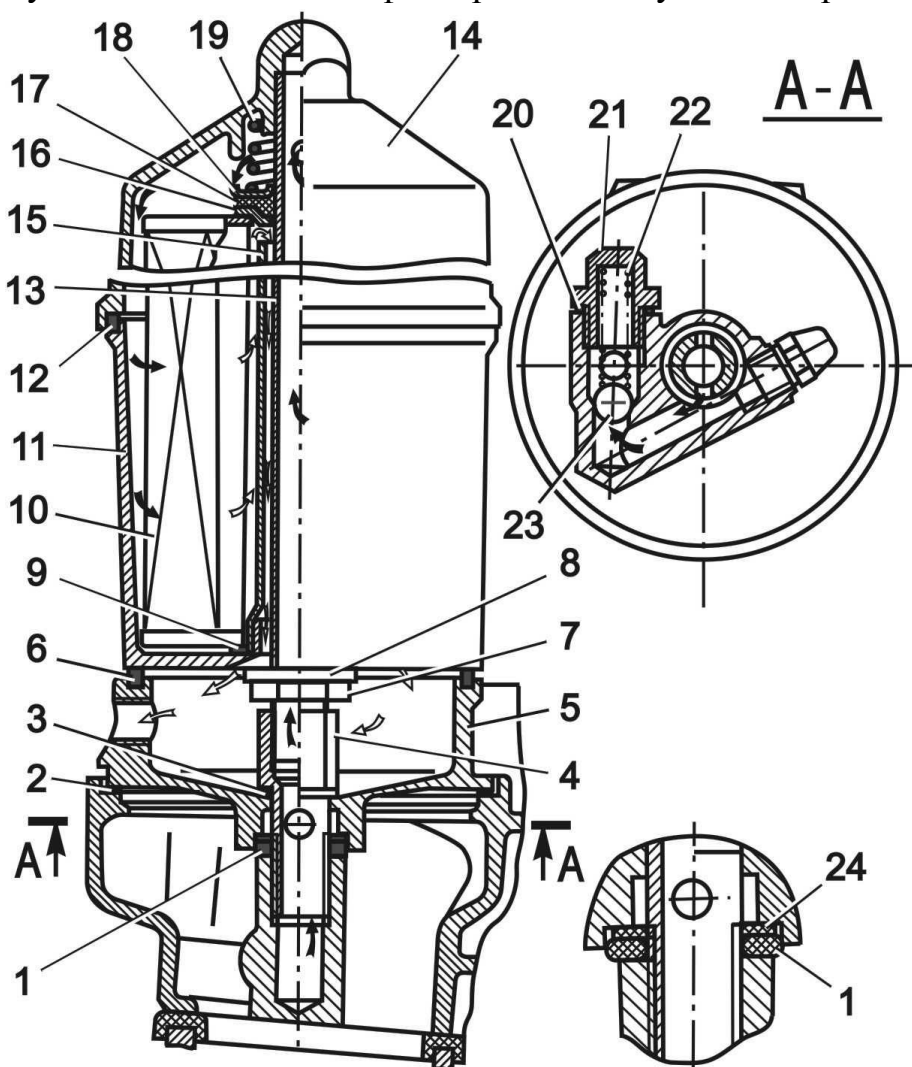

Рис.17. Масляный фильтр:
Масляный фильтр (рис.17) - полнопоточный, со сменным бумажным фильтрующим элементом 3307-1017.140 (ООО «Костромское предприятие «Автофильтр»), смонтирован на проставке, расположенной на передней части впускной трубы.
4. Разъединить корпус, для чего отвернуть гайку 7 (рис.17) и заменить фильтрующий элемент. Перед заменой элемента секции корпуса промыть.